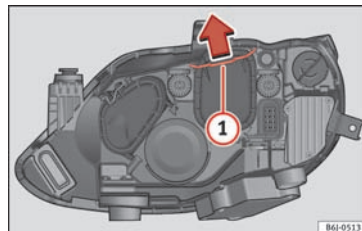

Fig. 98 Dobbelt forlygte
- Forskyd holderen **» Fig. 98 (1)** i pilens retning, og tag afdækningen af.